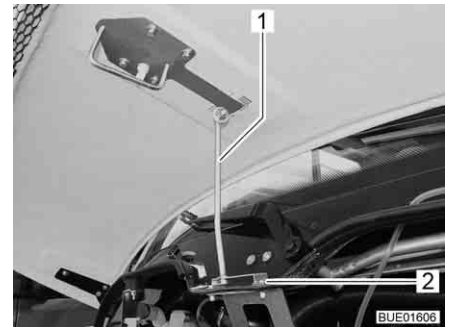

Bild 39 Stöd motorhuv (Viseo)
- Fäll ut stöd (Bild 39,1) och häng upp i fästet (Bild 39,2).